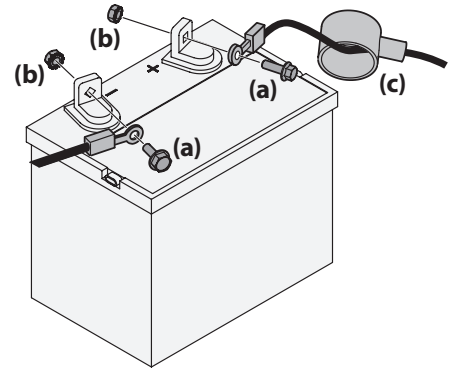

Figura 17
1. Retire la cubierta plástica, si está presente, del borne positivo de la batería. Conecte el cable rojo al borne positivo de la batería (+) utilizando el perno (a) y la tuerca hexagonal (b). Consulte la Figura 17.
2. Retire la cubierta plástica, si está presente, del borne negativo de la batería y conecte el cable negro al borne negativo de la batería (-) utilizando el perno (a) y la tuerca hexagonal (b). Consulte la Figura 17.
3. Coloque el capuchón de goma rojo (c) sobre el borne positivo de la batería (+) para protegerlo contra la corrosión. Consulte la Figura 17.